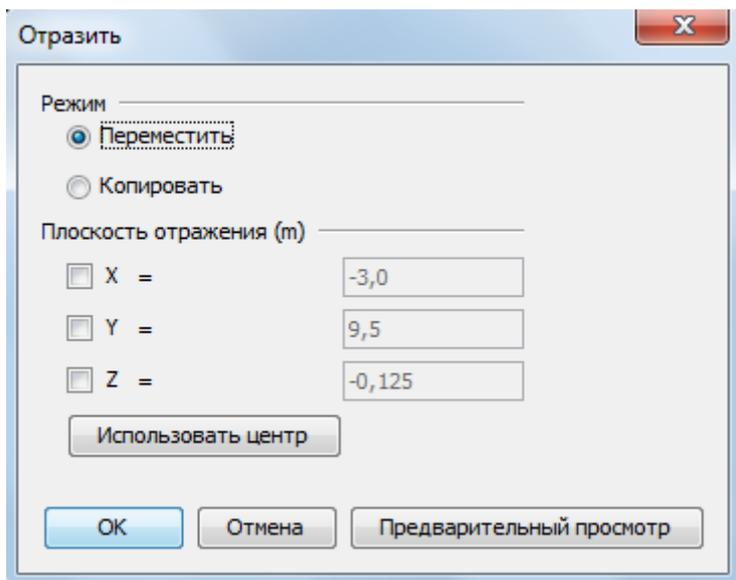

Рисунок 11-2 Диалоговое окно отражения
3. Откроется окно отражения, как показано на рисунке Рисунок 11-2.